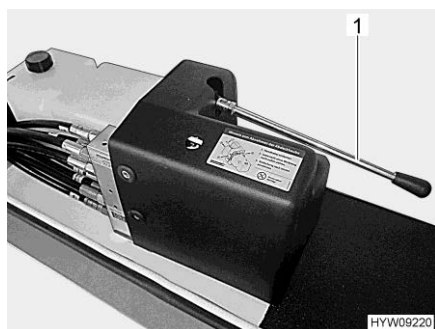

Fig. 38 Leva (comando di emergenza)
- Chiudere il piedino di stazionamento con la pompa manuale. A tale scopo, pompare con la leva (Fig. 38,1) fino alla chiusura del piedino di stazionamento.